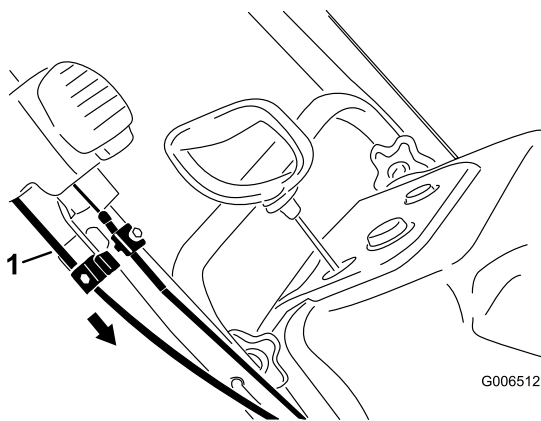

Рисунок 41
4. Удерживая желоб направленным строго вперед, потяните вниз оболочку нижнего троса так, чтобы устранить провисание троса, и затем надежно затяните винт зажима нижнего троса (Рисунок 41).